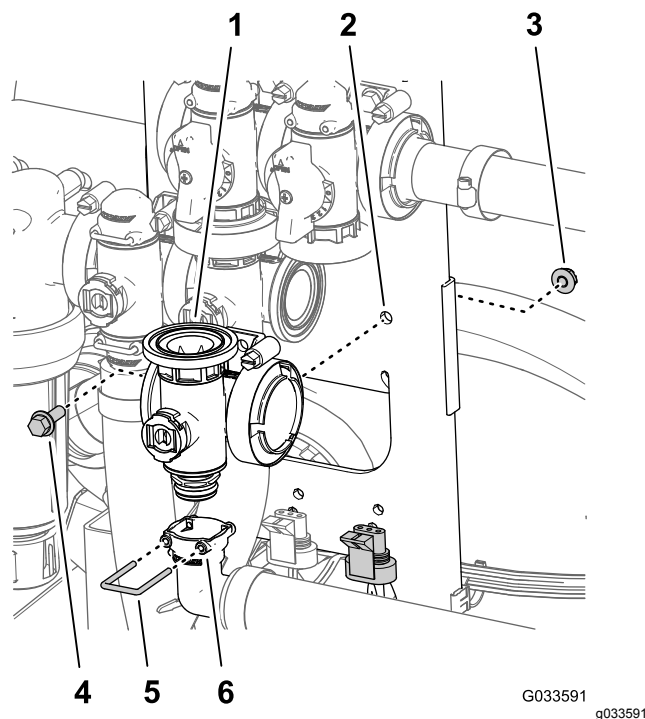

Figure 115
- Alignez la douille du raccord de sortie à 90° et le raccord d'accouplement au bas du collecteur de la vanne maîtresse des rampes (Figure 115).
- Fixez le raccord de sortie à l'accouplement en insérant un étrier de fixation dans la douille du raccord de sortie (Figure 115).